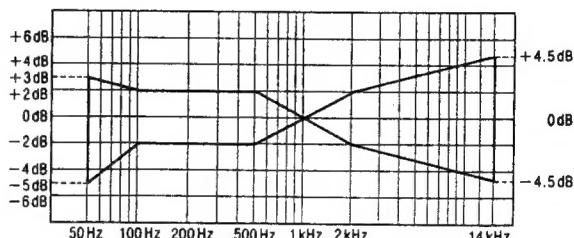

Abb. 9
8. Achten Sie darauf, daß sich der Frequenzpegel in dem in Abb. 9 aufgezeigten Bereich befindet.